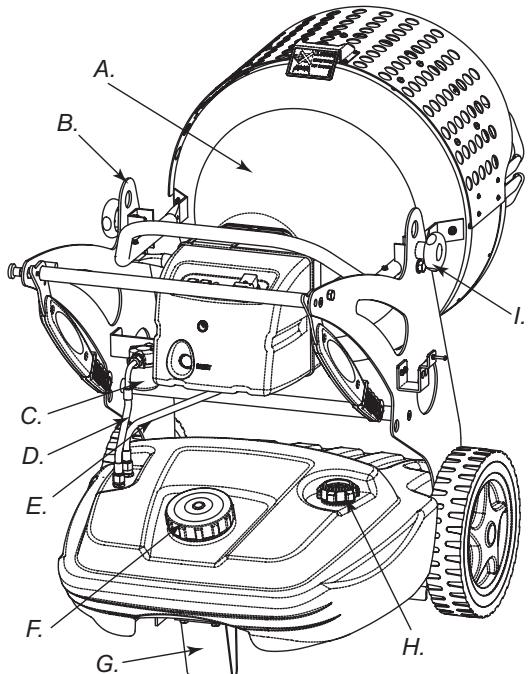
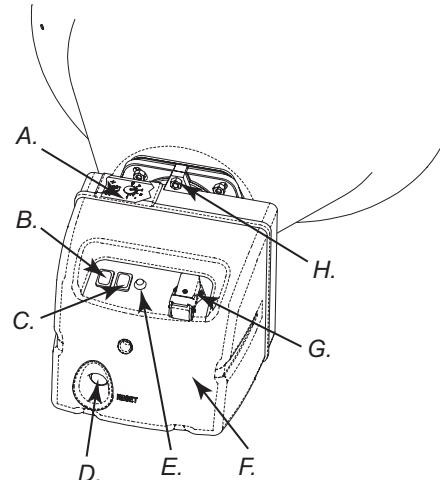
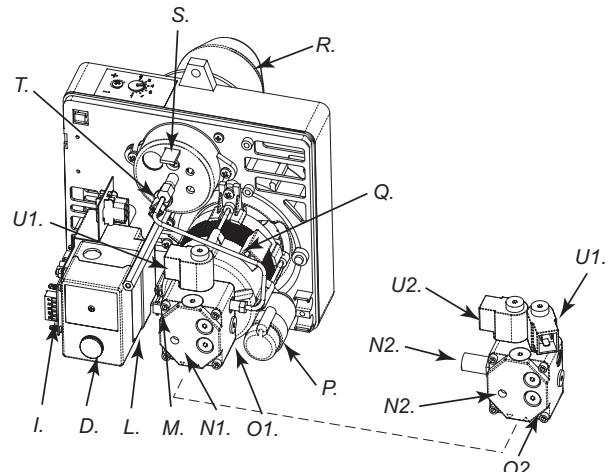
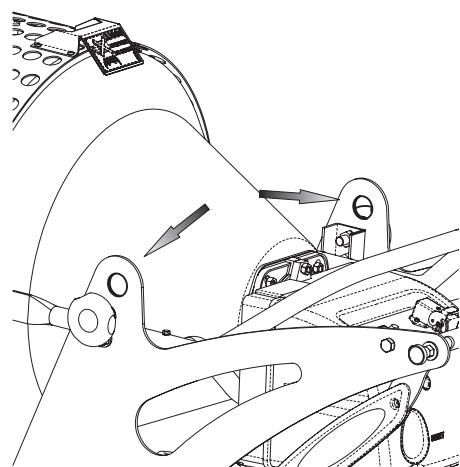

Abbildung 3 - Modell XL9.
Abbildung 5 - Schaltung XL9.
Abbildung 6 - Brennerkomponenten XL9.
Abbildung 7 - Haken zwecks anheben.
Den Schalter (B Abb. 5) in Position ON (I) bringen. Die Vorventilation schaltet sich ein. Nach ca. 10 Sekunden beginnt die Verbrennung.
Achtung: Vor die Ausschaltung achten sie das die Taste (C Abb.5) in Position ist.
Um die maximale Stärke zu erreichen, bringen sie die Taste (C Abb.5) in Position .
Bei der ersten Inbetriebnahme oder nach der vollständigen Entleerung der Brennstoffleitungen, kann der Brennstofffluss an der Düse unausreichend sein und zum Einschreiten der Sicherheitsvorrichtung führen, welche die Flamme kontrolliert (siehe Absatz „SICHERHEITSVORRICHTUNG“). Diese schaltet das Heizgerät aus. In diesem Fall warten Sie bitte etwa eine Minute, drücken dann den RESET-Knopf (D Fig.5 or 6) und schalten den Apparat erneut ein.
Das Gerät ist mit einer Sicherheitsvorrichtung (L Abb. 6) ausgestattet, welche die Flamme kontrolliert. Wenn Unregelmäßigkeiten während des Betriebes auftreten, bewirkt diese Vorrichtung die Störabschaltung des Brenners und das Aufleuchten des RESET-Knopfes (D Abbil. 5 und 6).
Der Generator kann leicht umgestellt werden, außerdem kann er auch angehoben und, mittels spezieller Ringschrauben, auf unterschiedlichen Höhen genutzt werden (B Abb. 3 oder Abb. 7). Man kann ihn also befestigen und anheben, um ihn dort einzusetzen, wo erwärmt, aufgetaut und getrocknet werden soll.
- Bauen Sie den Brennercoffer ab (F Abb. 5), die Pumpe des Brenners (O₁ und O₂ Abb. 6) kennzeichnen;
- Die Schraube (H Abb.5) lösen, welche den Brenner (A Abb.3) am Verbrennungsraum festhält
- Den Brenner aus dem Verbrennungsraum ziehen (Abb.3)